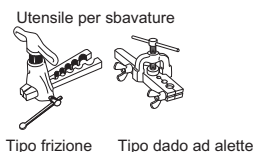

Fig. 4
- 4) Svasatura (Fig. 4, 5). Tenere saldamente il tubo in rame delle dimensioni indicate nella tabella. Selezionare i mm di A dalla tabella in base allo strumento utilizzato.